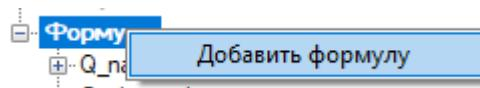

Рисунок 111. Добавление формулы
2. Добавляем ссылки, которые будут вычислять значения с нашей БД, учитывая, что вывод основной таблицы, сформированной в веб-интерфейсе, будет стандартной ссылкой \$DataTable\$. Также стандартными ссылками можно задать дату начала и конца интервала вывода данных (\$DataStart&, DateEnd). Даты интервала в заголовке также можно задать стандартной ссылкой – \$Interval\$ (рисунок 111).